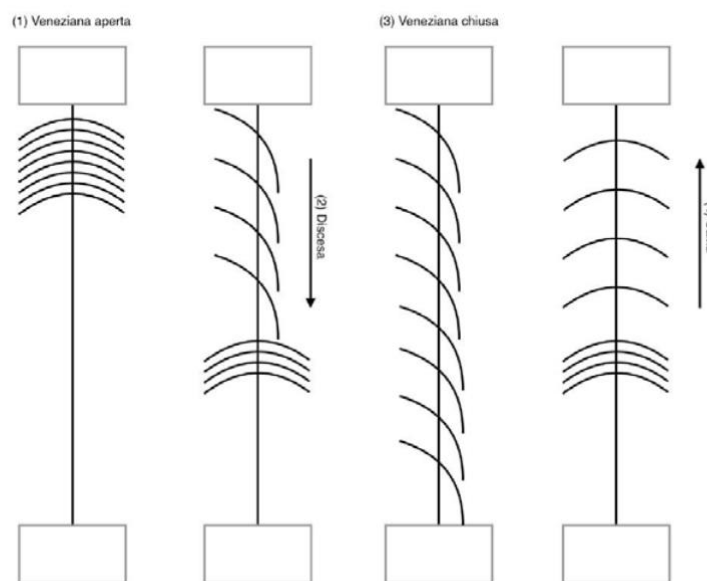

fig. 6
Solitamente, in questo disegno i singoli elementi vengono raccolti in pacchi di lamelle prima di salire e poi rilasciati prima di scendere. Realizzare pacchi di lamelle (vedi fig. 6 p.to (4) Salita) significa posizionare le lamelle orizzontalmente (posizione di tutta apertura corrispondente al valore 0%), in modo che quando la tenda è ferma nella sua posizione alta, occupino il minor spazio possibile.
Sganciare le lamelle (vedi fig. 6 p.to (2) Discesa) significa posizionare le pile in verticale, bloccando completamente la luce (posizione di tutto chiuso corrispondente al valore del 100%), per migliorare l'effetto di controllo della luce a veneziana chiusa. Pertanto, le lamelle si muovono solo quando si esegue un cambio di direzione nel movimento di sollevamento e abbassamento della tenda.